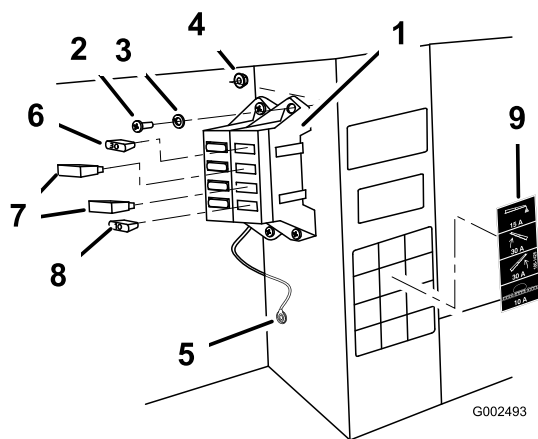

Figura 8
5. Conecte el cable negro de tierra al perno de 1/4 pulgada situado en el bastidor del vehículo, usando la arandela de estrella (Figura 8).
7. Instale el bloque de fusibles y el mazo de cables al bastidor junto al bloque de fusibles existente, usando los dos tornillos (#10-24 x 3/4 pulgada) y las dos contratuercas (N° 10-24) según se muestra en Figura 8.
- Instale los dos disyuntores térmicos de 30 amperios en las ranuras de los fusibles de elevación de los brazos izquierdo y derecho (Figura 8).
- Instale el fusible de 10 amperios en la ranura del sistema de pulverización (Figura 8).